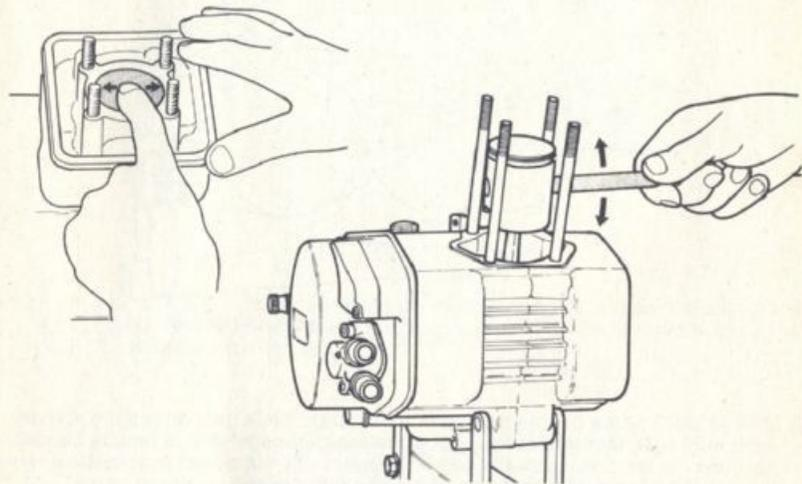

FIG. 51 Squadatura biella
- 21) PRIMA del montaggio del cilindro conviene controllare la perpendicolarità della biella. Per fare ciò occorre che il pistone sia senza segmenti, quindi infilare il cilindro e portare il pistone al Punto Morto Superiore. Spostare ripetutamente il pistone prima in un senso poi nell'altro lungo la direttrice dello spinotto e verificare se esso tende a mantenere la posizione impostagli la squadatura va bene, se invece il pistone viene richiamato significa che la biella è leggermente storta, quindi smontare il cilindro e utilizzando una spina infilata nello spinotto, fletterlo leggermente dalla parte opposta per raddrizzarla (fig. 51). Verificare nuovamente come sopra descritto che si sia raggiunta la condizione ottimale.